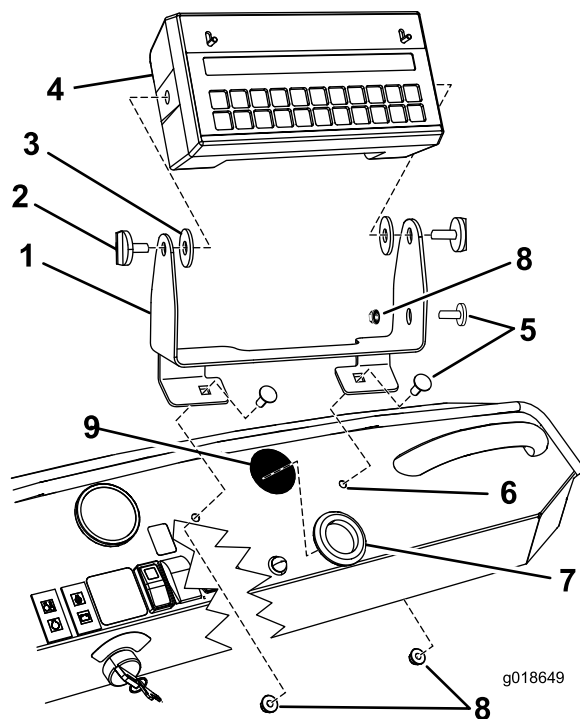

Figura 2
1. Installate la staffa di montaggio sul cruscotto e fissatela usando due bulloni a testa tonda (5/16 x 3/4 poll.) e dadi di bloccaggio (5/16 poll.) come illustrato nella Figura 2.
7. Montate la console del computer sulla staffa di montaggio con due manopole (Figura 2).